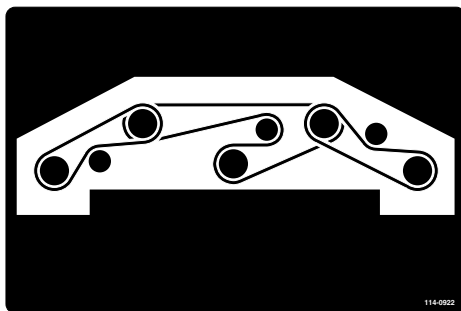

Bild 78
- Verlegen Sie den neuen Riemen um die Spindelscheiben und die Spannscheiben, siehe Bild 78.